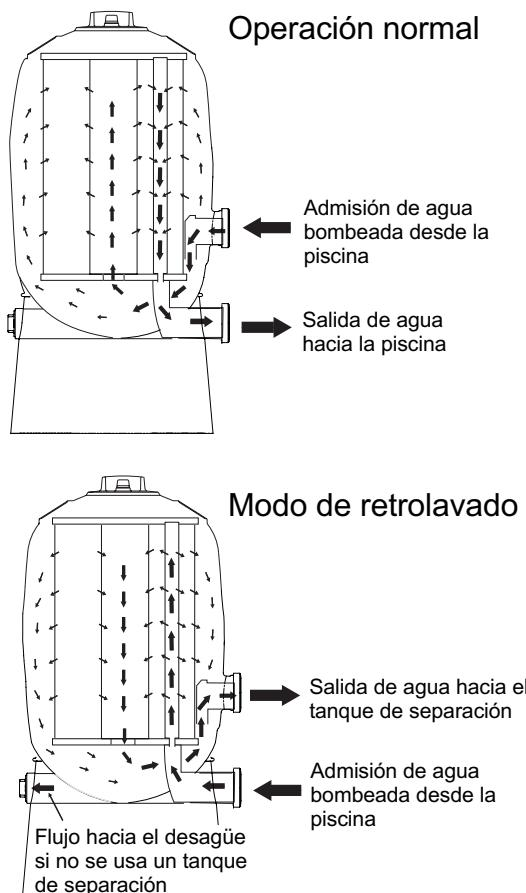

FIGURA 1B – Conexiones de tubería
**Tubería** (Consulte la Figura 1B para las conexiones correctas):
- Para una instalación con retrolavado, instale una Válvula Corrediza de dos Posiciones o una Válvula de Selección Múltiple de Sta-Rite con el filtro. Consulte el Cuadro 3. Si tiene la intención de limpiar el filtro según el "Procedimiento de limpieza del módulo", Página 7, no necesitará instalar una válvula corrediza o múltiple. Consulte la Figura 1B, Página 4, para obtener información sobre el flujo de agua correcto cuando conecte la tubería.